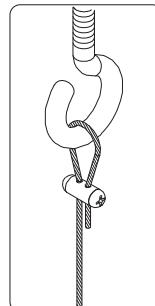

Figure 7
Place adjustable end of cable assemblies onto ceiling hooks- (see Fig. 7).
- 5) Usando gancho de estilo abierto-Coloque el extremo ajustable de los ensamblajes de cable a los ganchos al techo - (Vea Fig. 7).
- 5) Si un crochet style ouvert est employé : Placer l'extrémité ajustable du montage cordon sur les crochets au plafond. Voir la fig. 7.